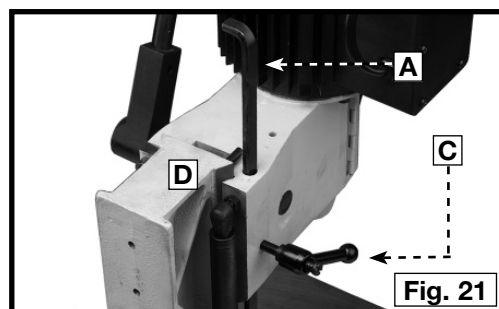

Fig. 21
La tige de limitation de la profondeur (A), fig. 21, restreint la profondeur de pénétration du bédane. Pour régler la tige de limitation de la profondeur (A), desserrer le levier (C) et abaisser la tête du bédane. Une fois en position, abaisser la tige de limitation de la profondeur (A) jusqu'à ce qu'elle touche le haut de la colonne (D), puis serrer le levier (C).